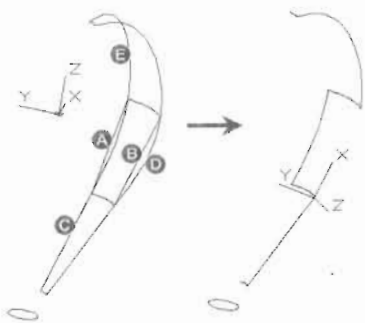

图 13-147
//捕捉图 13-147 中的点 1
//捕捉图 13-147 中的点 2
在 UCS XY 平面的正 Y 轴范围上指定点 <0.0000,1.0000,0.0000>: //捕捉图 13-147 中的点 5
④ 单击“修改”工具栏中的“修剪”按钮, 修剪边界曲线, 效果如图 13-147 所示, 命令执行过程如下:
选择对象或 <全部选择>: 找到 1 个 //选择图 13-147 中的直线 A
选择对象: 找到 1 个, 总计 2 个 //选择图 13-147 中的直线 B
//鼠标单击图 13-147 中所示边界曲线的 C 部分
//鼠标单击图 13-147 中所示边界曲线的 D 部分
//鼠标单击图 13-147 中所示边界曲线的 E 部分